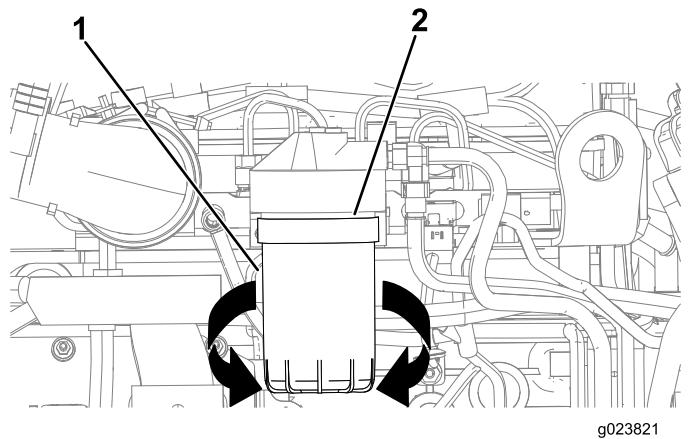

Figura 99
3. Posicione uma bandeja de drenagem ou vários panos sob o filtro de combustível secundário e o adaptador do filtro de combustível (**Figura 99**).
- Gire o filtro de combustível no sentido anti-horário e o remova-o (Figura 99).
- Alinhe o filtro de combustível com seu adaptador e gire-o no sentido horário até a vedação do filtro de combustível entrar em contato com o adaptador (Figura 99).
- Aperte o filtro de combustível com a mão e em seguida aperte mais meia volta (Figura 99).